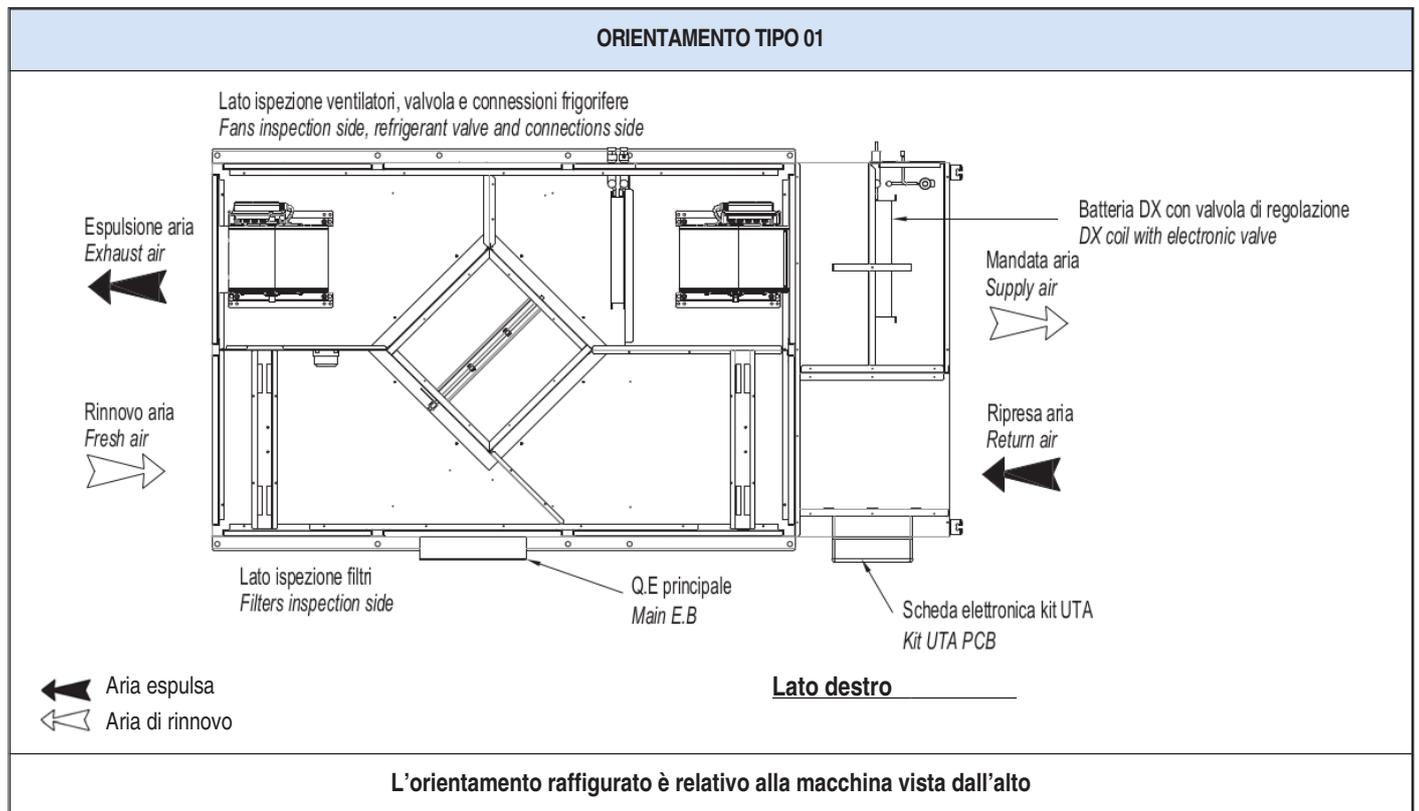

fig. 1
4.4 ORIENTAMENTO UNITÀ (FIG.1)